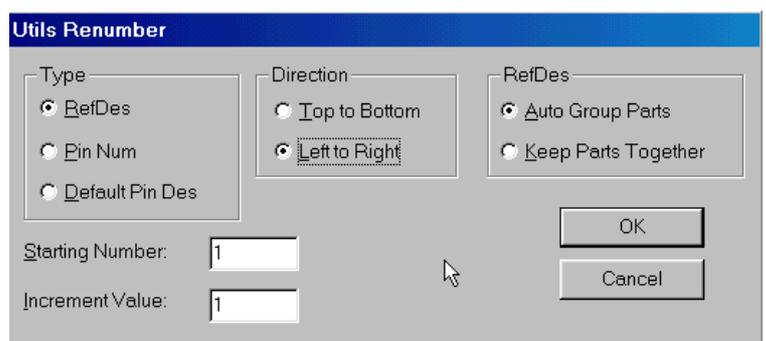

Рис. 6-15. Параметры переобозначений
2) На панели **Utils Renumber** (рис. 6-15) в рамке *Type* (тип) установите флажок *RefDes* (позиционные обозначения).
6) Установите значения параметров, как показано на рис. 6-15 и нажмите ОК.